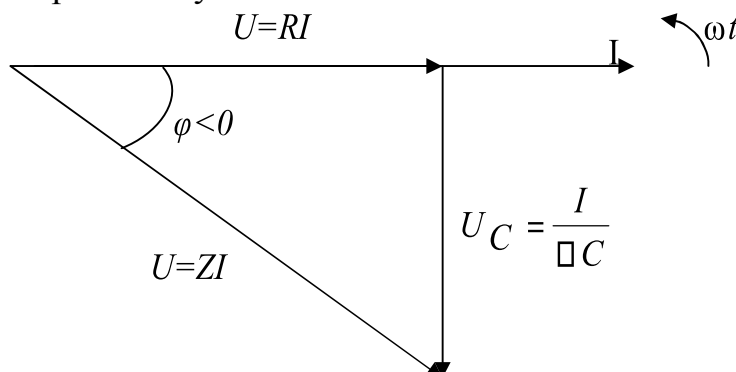
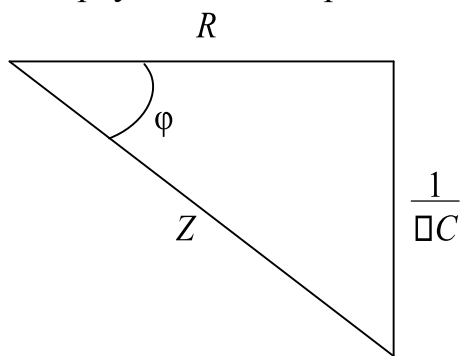

Рис.3
Рис.4
В соответствии с уравнением (3) на рис. 3 построена векторная диаграмма, в которой начальная фаза тока  $\psi_i$  для простоты построения принята равной нулю.
Угол сдвига фаз  $\phi$  между током и напряжением отрицательный и соответствует емкостному характеру цепи. Из векторной диаграммы напряжений рис. 3 сокращая значения векторов напряжений на величину  $I$ , получим треугольник сопротивлений рис. 4.